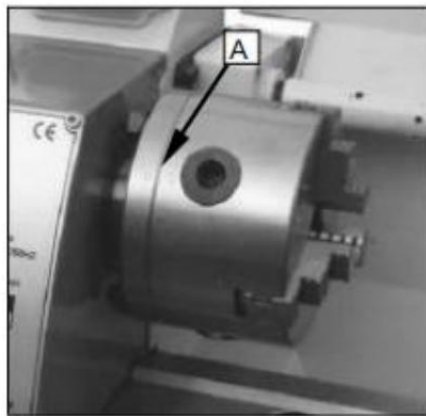

Fig. 26
W przypadku oryginalnego uchwytu szczękowego I 3, który był zamontowany na lathe, fabryka zamontowała uchwyt w najlepszy sposób, aby zagwarantować ten trzymanie dokładność z dwa " 0 " znak (A) Rys.26 pokazano na cmokanie i kołnierz mocujący .